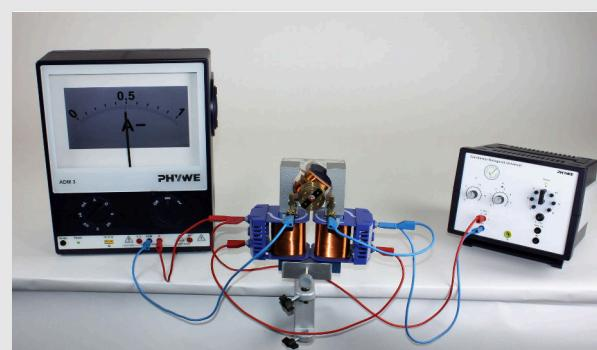
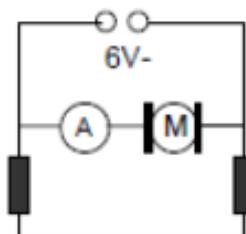

Abb. 2
Abb. 3
- Vervollständige den Aufbau nach Abb. 2 und Abb. 3.
Wird zum Betrieb eines  ein  eingesetzt, so muss dieser in der Nähe des Ankers ein genügend großes  erzeugen. Daher wird ein U-förmiger Eisenkern mit zwei Feldspulen verwendet, zwischen dessen Polen der  läuft. Ankerspulen und  sind bei einem Nebenschlussmotor  geschaltet (Abb. 3).